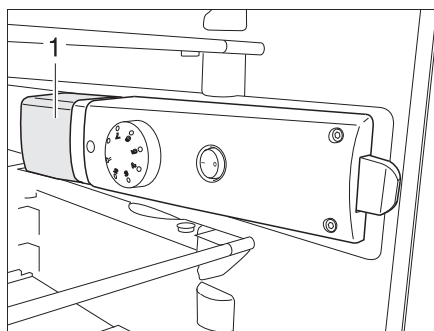

Bild 315 Kylskåpsbelysning
- Ta tag underifrån i lampans skydd (Bild 315,1) och lyft den ca. 3 mm.